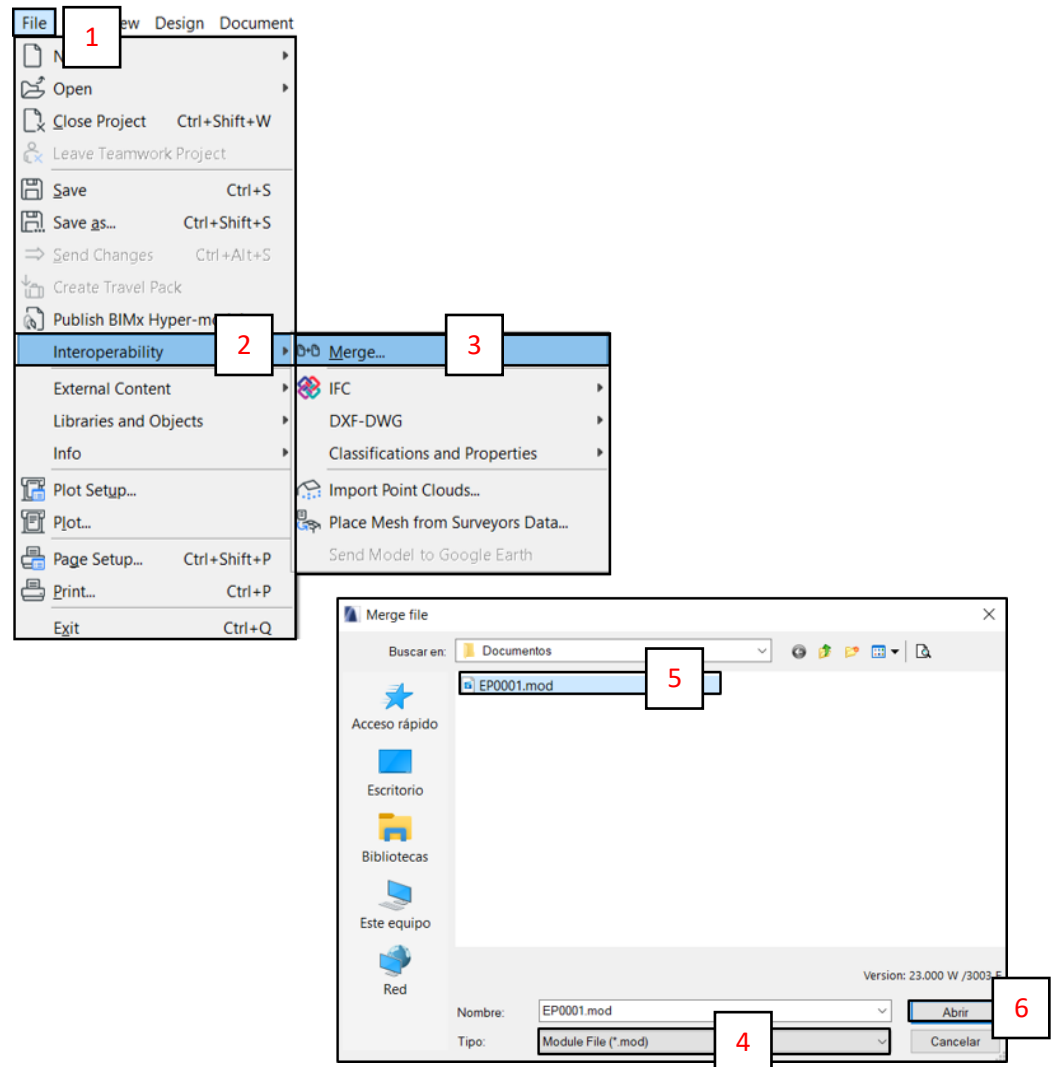

Fig. 8
- A. Ir a **File** (1) > **Interoperability** (2) > **Merge** (3). (Fig. 8)
- B. Se abrirá la ventana "Merge File". Seleccionar **Module File** (4) en el tipo de archivo, y luego elegir el archivo mod. de la solución constructiva creado anteriormente (5) y presionar el botón **Abrir** (6). (Fig. 8)